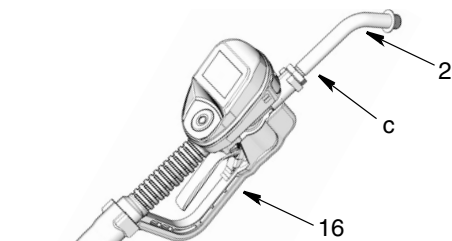

FIG. 8
1. Ajuste la tuerca (c) en la extensión (2) de forma que pueda utilizarse la conexión máxima de enrosque de la extensión (FIG. 8).
2. Enrosque la extensión (2) en la carcasa (b) hasta que toque fondo (FIG. 8).
3. Alinee la extensión (2) con la empuñadura y el alojamiento de la válvula dispensadora con medidor (16) (FIG. 8).
4. Apriete firmemente la tuerca (c) (FIG. 8).